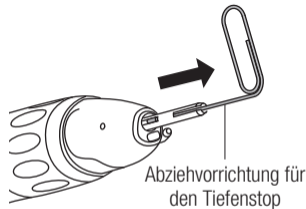

Abb. 4
- 2) Fügen Sie die mitgelieferte Abziehvorrichtung für den Tiefenstop in das Handstück ein. Haken Sie die Abziehvorrichtung in den Spalt des Tiefenstops ein und ziehen Sie diesen heraus. (Abb. 4)